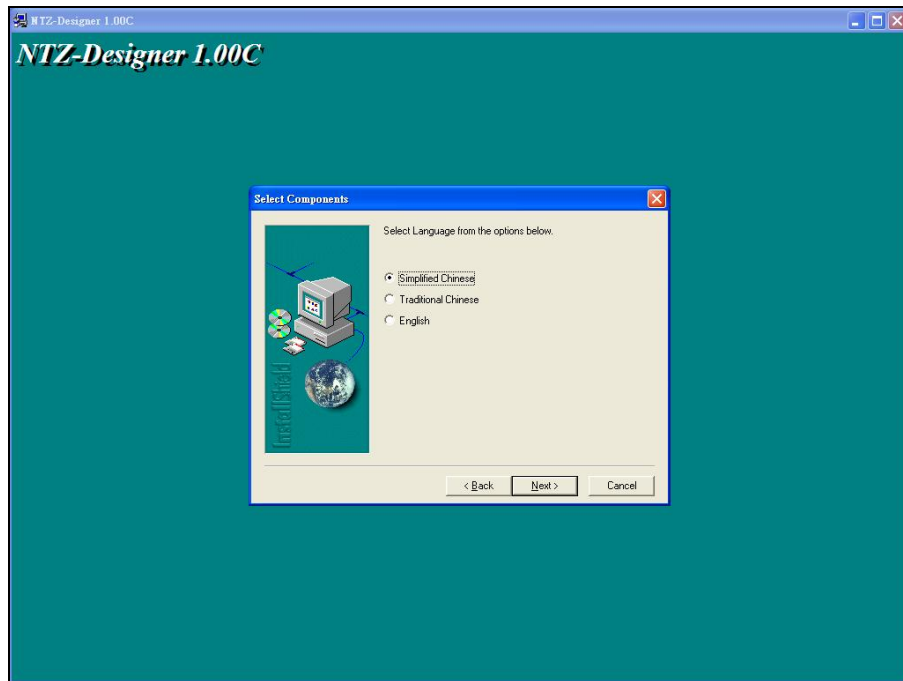

图 2-1-4 安装语言画面
4. 按下 Next 键后，请您确认选择所要安装的语言（图 2-1-4）。本系统默认操作语言为简体中文，此时您可自行选择安装语言。